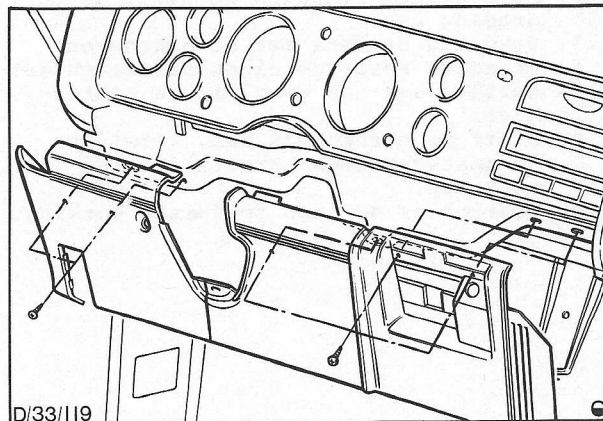

Fig. 25. Montagepunten van onderste dashboardpanelen
5. Verwijder de schroeven waarmee de onderste dashboardpanelen aan het instrumentenbord zijn gemonteerd. Zie fig.25. Laat het paneel zakken. Maak de draden los van de sigarenaansteker.